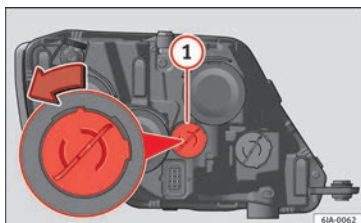

Fig. 94 Remplacement de l'ampoule des feux de jour.
- Tournez le support d'ampoule » **fig. 94 ①** dans le sens contraire des aiguilles d'une montre et retirez-le.